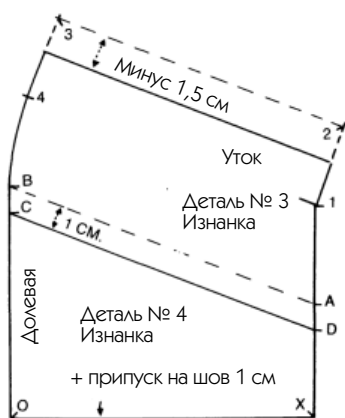

Рис. 490
5. Детали 3 и 4. См. рис. 490.